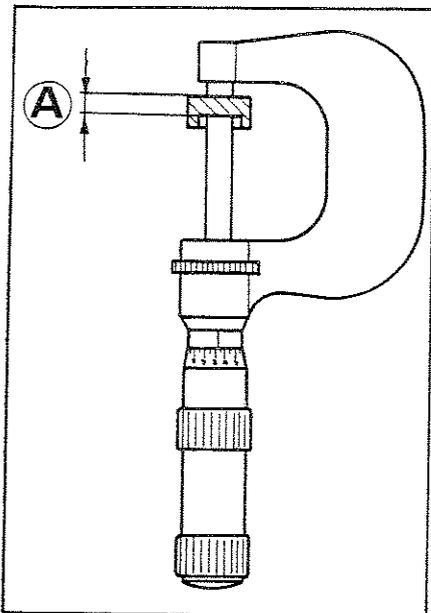

Fig. 28
- 9) Sfilare con l'aiuto di una pinza o di una calamita i bicchierini delle valvole da registrare senza confonderli fra loro, quindi misurare con un micrometro lo spessore dello scodellino calibrato posto alla sommità dello stelo della valvola per poter scegliere un nuovo scodellino di spessore appropriato (Fig. 28).
- 9) Using a pair of pliers or a magnet remove the valve tappets taking care not to mix them. Measure the valve lash cap thickness with a micrometer and fit another one with the proper thickness (Fig. 28).